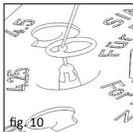

fig. 10
■ **fig. 10** Dacă conformațiile anatomice de pe scăriță cer aplicarea clopotului protezei parțiale, aceasta este posibilă în mod simplu prin intermediul conului. Pentru aceasta proteza Bell așezată va fi împinsă cu grijă cu un ac sau cu un alt instrument microchirurgical spre con. Sub observație microscopică clopotul poate fi prelungit în mod corespunzător.